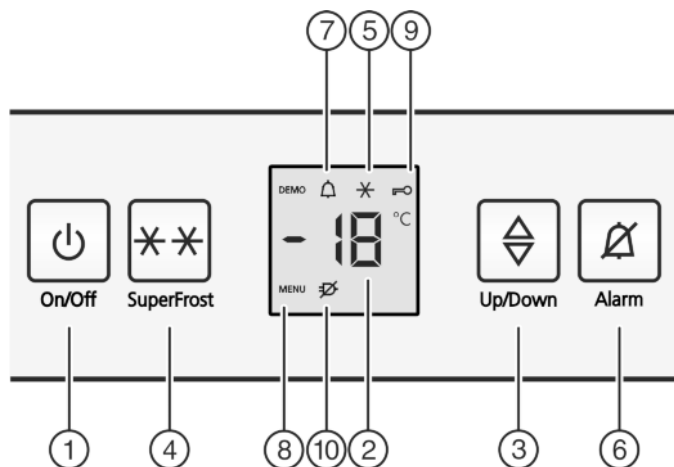

Fig. 2
- Вместе с индикацией температуры мигает символ «SuperFrost» Fig. 2 (5).*
- ▶ Нажать кнопку On/Off Fig. 2 (1).
- ▷ Устройство включено. Индикатор температуры и символ "Alarm" Fig. 2 (7) мигают, пока температура не станет достаточно низкой.
- ▶ Активация режима настройки: Нажмите кнопку SuperFrost Fig. 2 (4) и удерживайте ее прим. 5 секунд.
- ▷ На индикаторе будет отображаться символ «Меню» Fig. 2 (8).
- ▶ Для подтверждения нажать и отпустить кнопку «SuperFrost» Fig. 2 (4).
- ▷ На индикаторе горит символ «Защита от детей» Fig. 2 (9).
- ▶ нажмите и отпустите кнопку "On/Off" Fig. 2 (1).
- ▷ Символ «Защита от детей» Fig. 2 (9) гаснет.
- ▶ Нажмите кнопку Alarm Fig. 2 (6).
Одновременно мигает индикация температуры и символ тревоги *Fig. 2 (7)*.
Звуковой сигнал выключается автоматически, символ аварийного сигнала *Fig. 2 (7)* выключается и индикатор температуры перестает мигать, если температура снова становится достаточно низкой.
► Нажмите кнопку Alarm *Fig. 2 (6)*.